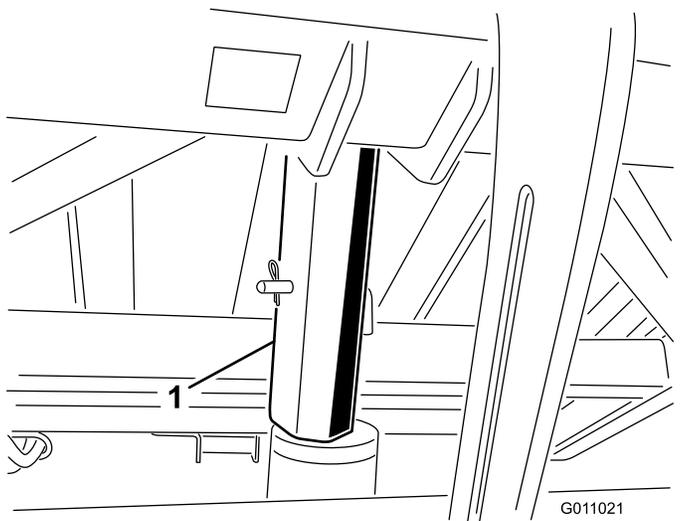

**Рисунок 26**
2. Снимите игольчатый шплинт и штифт крепления предохранительной опоры к кронштейну хранения на раме машины (Рисунок 26). Снимите предохранительную опору.